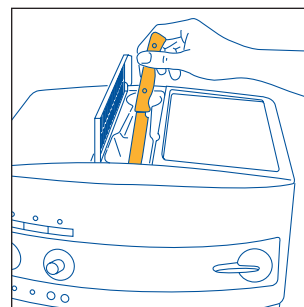

Fig. 20
**ANM 5:** Peta ner kaffet med en kniv om tratten har täppts till av för mycket kaffe (fig. 20) och ta sedan loss infusionsanordningen och rengör den och maskinen enligt anvisningarna i avsnitt 10.2 "Rengöring av infusionsanordningen".